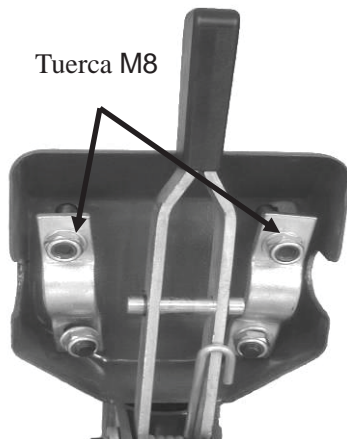

Figura 10
9. Desmonte las dos tuercas M8. Ver figura 10.